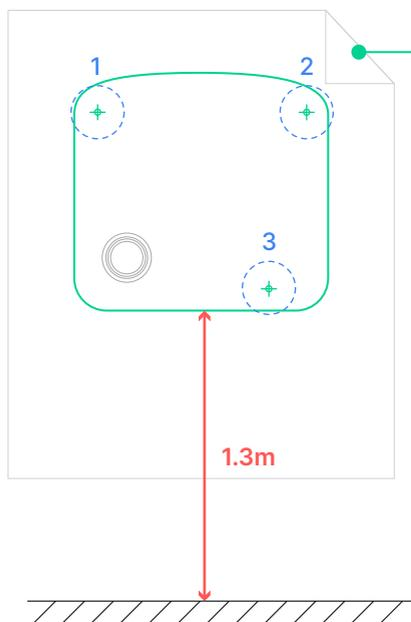

Fig. 4 - Gabarit de perçage pour points de fixation à borne de recharge ONE™
4. Marquez la position des 3 points de fixation de la borne de recharge sur le mur. Pour un marquage rapide et précis des points de montage, veuillez utiliser le gabarit de perçage fourni. Il est recommandé d'installer la borne de recharge ONE™ à 1,3 m du sol. (**Fig. 4 - pag. 16**)